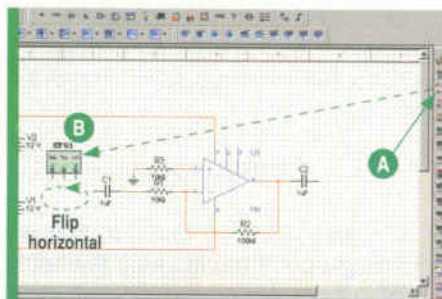

Figura 3 - Inserindo o gerador
Começaremos pelo gerador de funções. Para colocá-lo na área de trabalho basta, posicionar o cursor sobre ele (A) e clicar no botão esquerdo arrastando-o para o local desejado. Para fixá-lo em (B) é só clicar novamente no botão esquerdo, obtendo-se a imagem como exibido na figura 3.